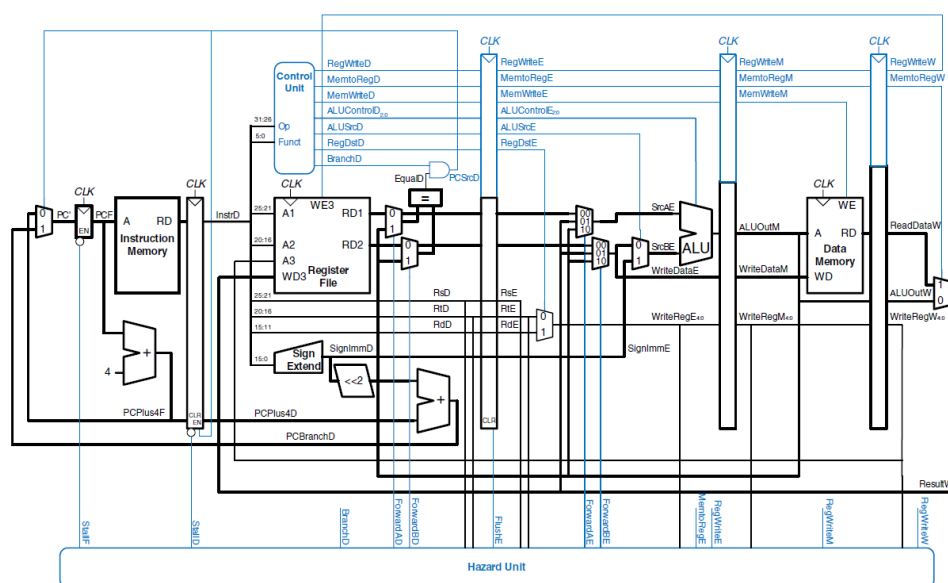

Figure 7.58 Pipelined processor with full hazard handling
- 关于你设计的流水线的顶层视图，我们建议采用《数字设计和计算机体系结构》中的图 7-58。